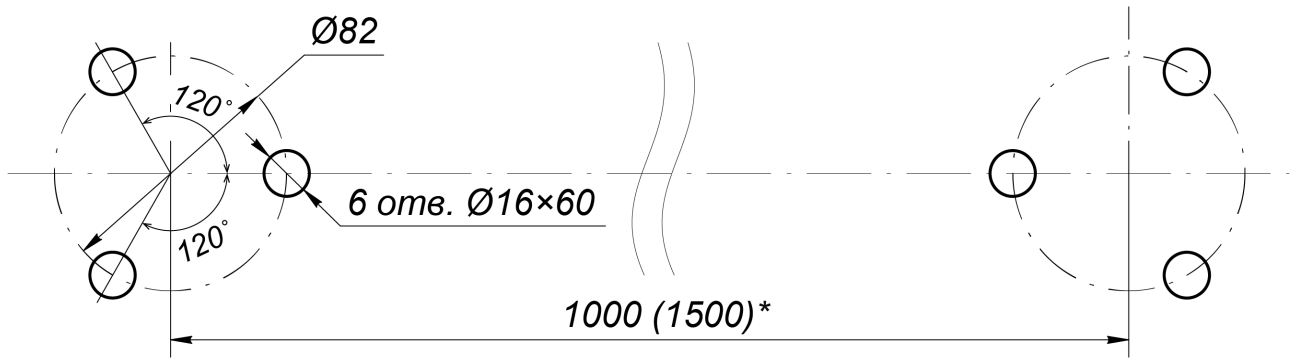
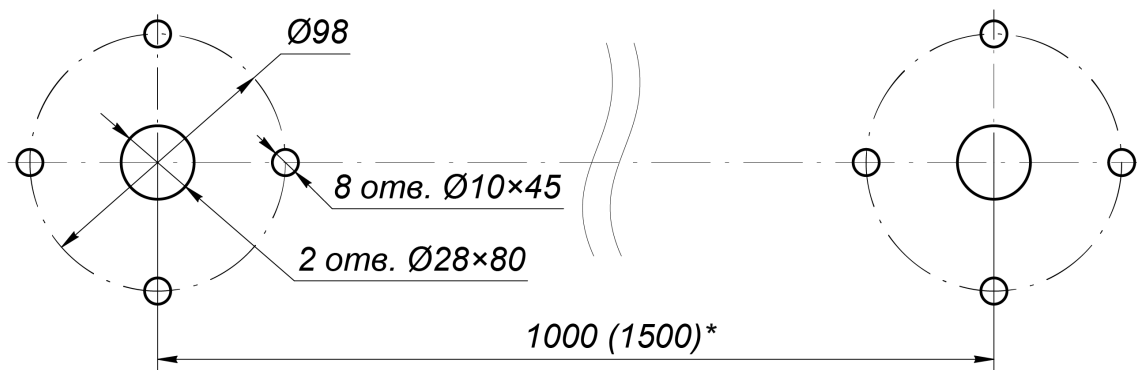

Рисунок 11. Схема разметки отверстий для стационарной секции ограждения¹
Рисунок 12. Схема разметки отверстий для установки фланцев быстросъемной секции ограждения¹
3. Разметьте и просверлите отверстия на установочной поверхности под анкеры М10 в соответствии со схемой разметки (см. рис. 11). Сначала размечаются центры установки стоек секции ограждения, затем от них размечаются точки крепления стоек, допускается использование в качестве шаблона непосредственно самих фланцев стоек.
2. Разметьте и просверлите отверстия на установочной поверхности под анкеры М10 в соответствии со схемой разметки (см. рис. 11, для быстросъемной секции – рис. 12). Сначала размечаются центры установки стоек секции ограждения, затем от них размечаются точки крепления стоек, допускается использование в качестве шаблона непосредственно самих фланцев стоек.